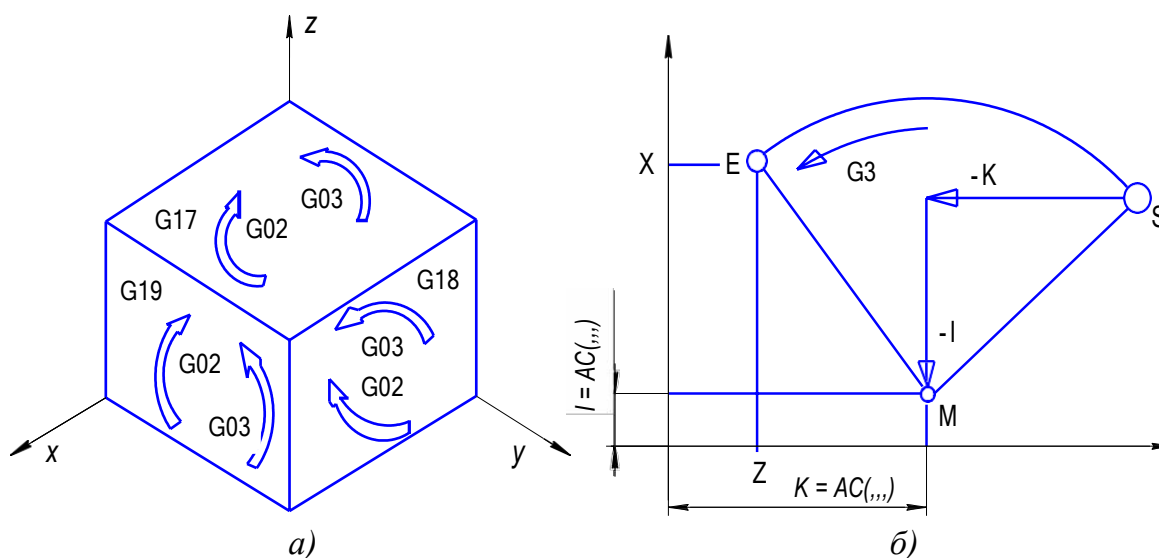

Рис. 22. Круговая интерполяция (а) и программирование координат центра окружности (б)
**Круговая интерполяция** (рис. 22, а) программируется с использованием команд **G2**, **G3**, **CIP**. Функция G2 означает круговую интерполяцию по часовой стрелке, G3 – против часовой стрелки, CIP – через промежуточную точку (окружность через точки). Для кругового движения начальная и конечная точки должны быть в одной плоскости (уровне).
где X, Z – конечная точка E в прямоугольных координатах, I, K – точка M – центр круга, закоординированный в декартовой системе относительно начальной точки S (см. рис. 22, б) рассматриваемого участка контура. Начальная точка S – это позиция инструмента во время вызова команды G2/G3. Конечная точка E программируется указанием ее координат в направлении осей X и Z. Центральная точка M про-